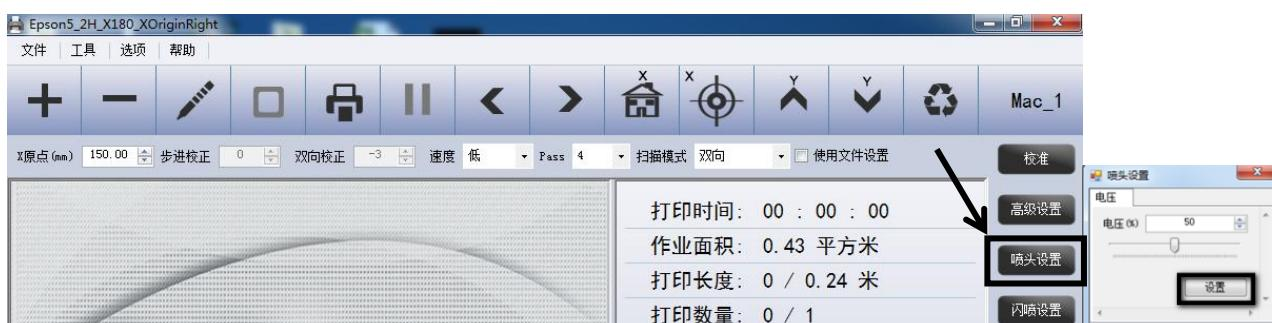

图 8.1 喷头设置
1、单击打印软件右边的”喷头设置”按钮, 设置喷头电压为 50%, 点击“设置”, 如图 8.1。